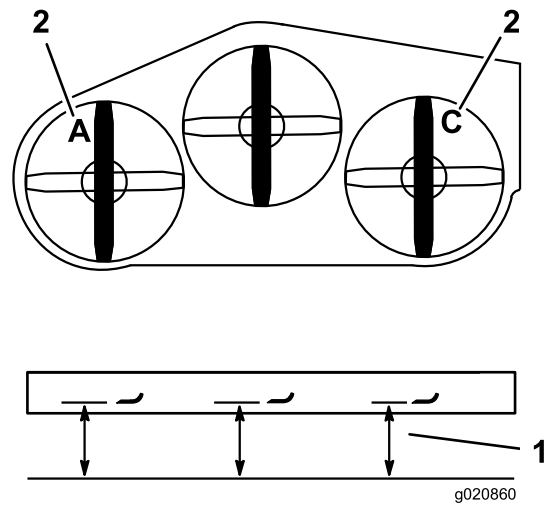

Figura 86
3. Misurate la lama sinistra al punto **A** da una superficie piana fino al tagliente della punta della lama e annotate la misura rilevata (Figura 86).
4. Misurate la lama destra al punto **C** da una superficie piana fino al tagliente della punta della lama e annotate la misura rilevata (Figura 86).
3. Misurate la lama destra al punto **C** da una superficie piana fino al tagliente della punta della lama e annotate la misura rilevata (Figura 86).